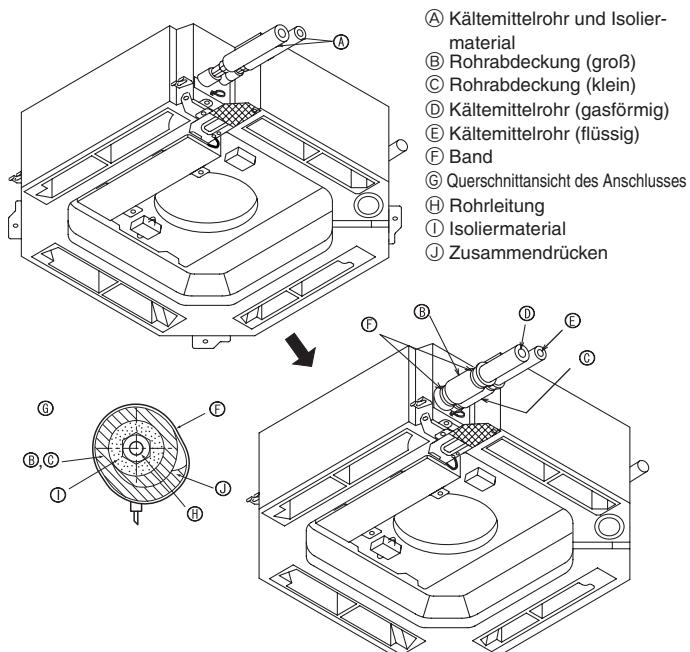

Fig. 3-3
⑧ Tragen Sie Kältemaschinenöl auf die gesamte Konusauflagefläche auf.
3.3. Innenanlage (Fig. 3-3)